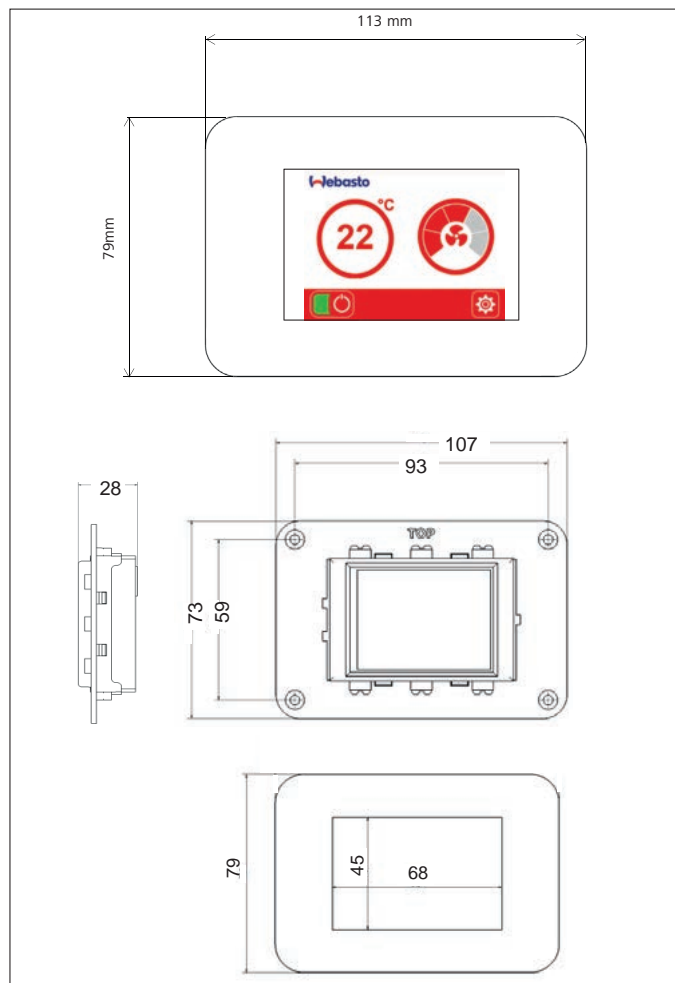

Fig.20 Montaggio BlueCool MyTouch
- ▶ Praticare un'apertura per il pannello di comando nella posizione di montaggio desiderata. Dimensioni apertura, v. Fig.20.